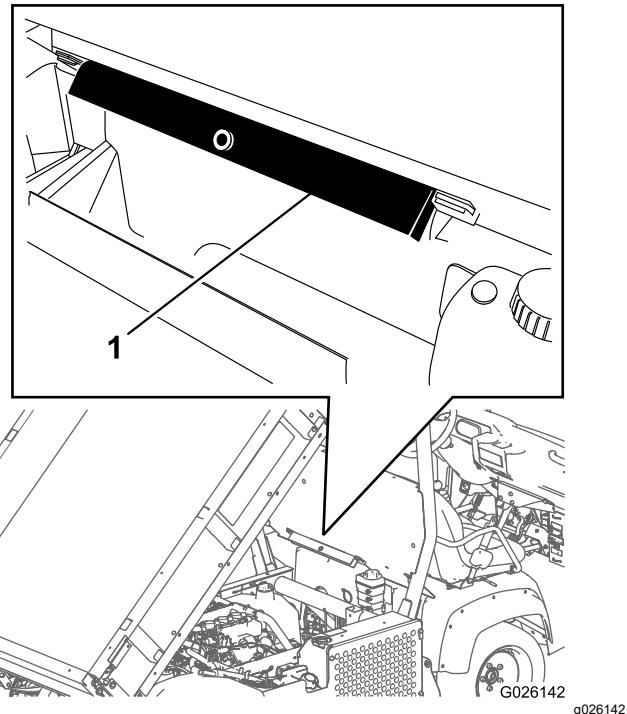

Figura 31
- Retire el soporte de la plataforma de los soportes de almacenamiento situados en la parte trasera del panel del ROPS (Figura 31).